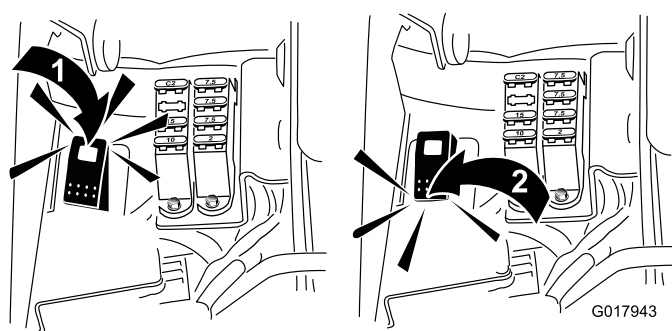

Рисунок 51
- Переведите переключатель заточки в положение «Обратное вращение» ("Reverse") (R) (Рисунок 51).